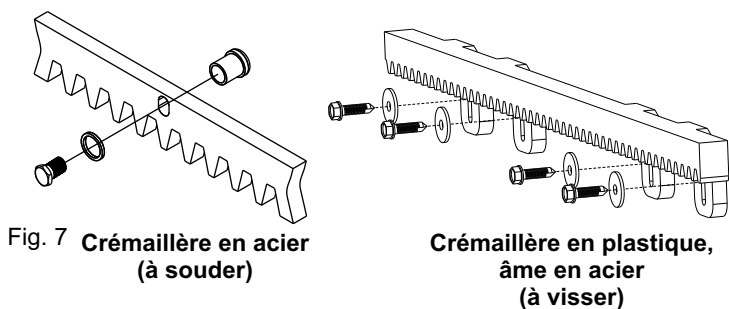

Fig. 7 Crémaillère en acier
5.2. Fixer à chaque élément de la crémaillère les cliquets de support à l'aide des vis de blocage qui doivent être positionnées sur la partie supérieure du trou oblong (Fig. 7);